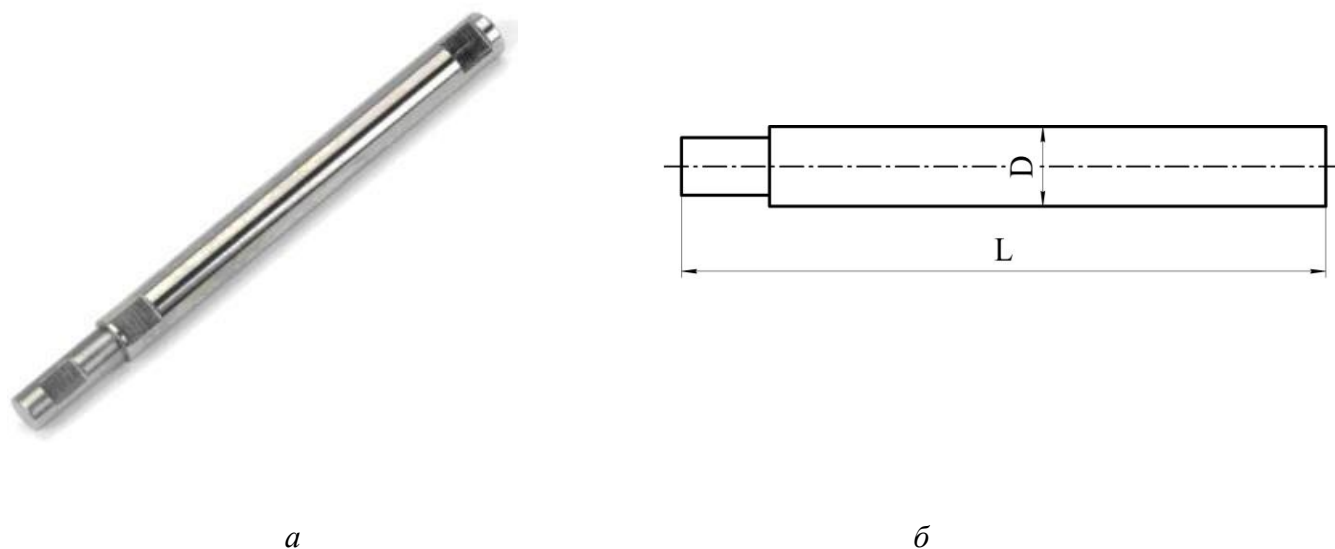

Рис. 1.18. Вал ротора электродвигателя:
18. Пользуясь «Марочником сталей и сплавов», выбрать марку стали для изготовления вала ротора электродвигателя (рис.1.18). Производство электродвигателей серийное.